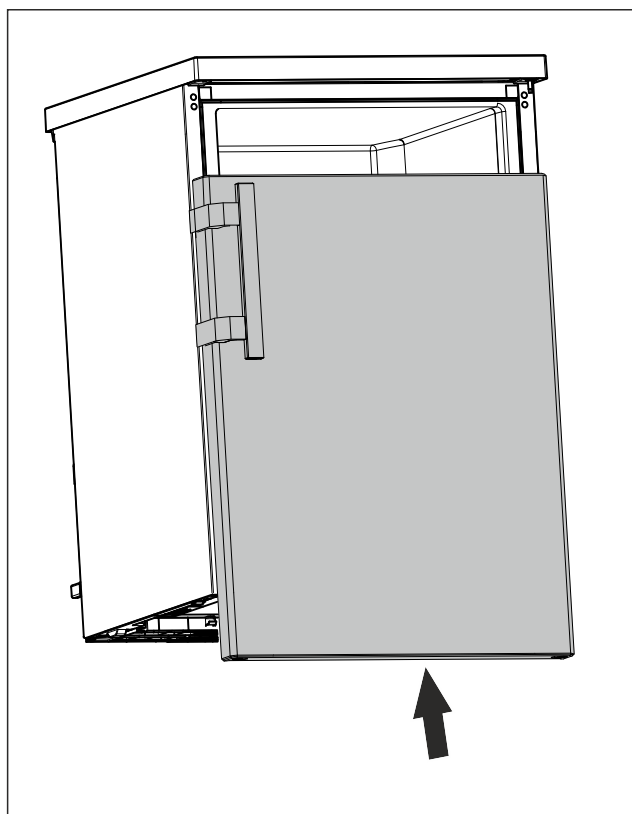

Fig. 24
- Skjut på dörr i stängt läge på övre bulten. (se Fig. 24)